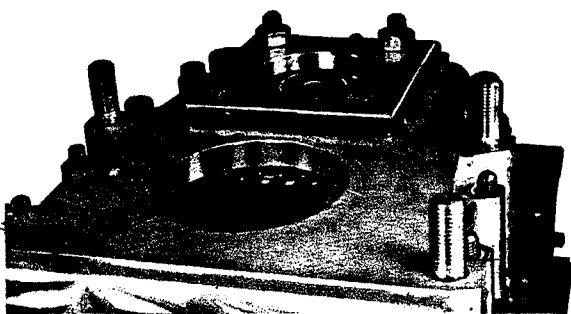

Fig. 44
4. Visser la plaque de réglage „11" (fig. 44). Contrôler le siège de l'arbre de renvoi. L'arbre de renvoi ne doit pas avoir de jeu, mais doit pouvoir être tourné sans qu'il se coince. Toutefois, on doit sentir une légère résistance lorsqu'on fait tourner l'arbre. Les rondelles de compensation sont disponibles dans les épaisseurs suivantes: 2,0; 2,05; 2,1; 2,15; 2,2; 2,25; 2,3; 2,35; 2,4; 2,5; 2,55; 2,6; 2,65; 2,7; 2,75; 2,8 et 2,9 mm. Séparer les demi-carter et retirer la plaque de réglage „11".